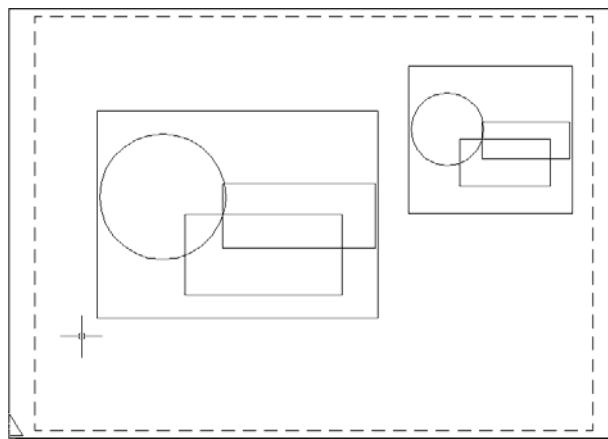

Figura 10.13 – Folha na pasta LAYOUT (ELE01-04) com duas VIEWPORTS abertas
4. Repita o procedimento de criação de uma nova VIEWPORT, colocando-a ao lado da primeira já aberta. No final o resultado será algo parecido com a ilustração apresentada na figura 10.13.